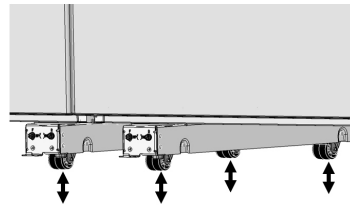

Fig. 8
- c. Utilisez un tournevis à tête plate ou une clé à douille de $\frac{3}{8}$ po pour ajuster les boulons avant des assemblages de niveleurs (Fig. 8). Soulevez ou abaissez les roues avant et arrière au besoin jusqu'à ce que l'unité repose correctement dans l'espace de l'armoire.